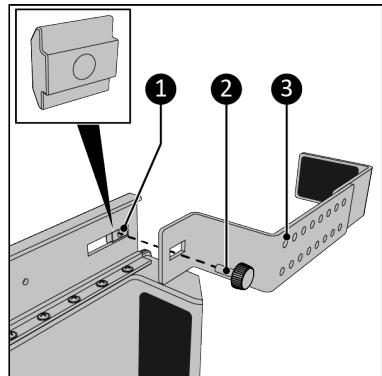

Abbildung 123.
7. Schrauben Sie die Halterung (Abbildung 123, Pos. 3) mit der Knopf-schraube (Abbildung 123, Pos. 2) an der Hauptschiene in der vorderen Position fest.. Stellen Sie sicher, dass Sie die Knopf-schraube mit der Gleitmutter verbinden (Abbildung 123, Pos. 1).